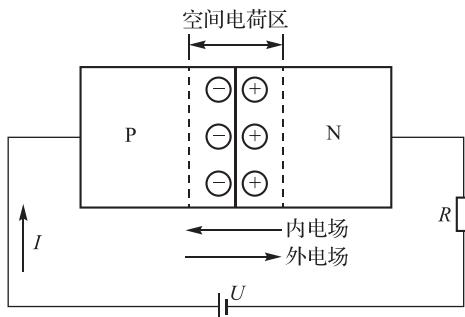

图1-7 外加正向电压
(1)正向特性。正向特性是 PN 结外加正向电压,即电源正极接 P,电源负极接 N 时的特性,如图 1-7 所示。PN 结外加正向电压也称为正向偏置,这时外电场与内电场方向相反,因而削弱了内电场,使空间电荷区宽度减小,N型半导体中的电子和P型半导体中的空穴都能顺利地通过 PN 结,形成较大的扩散电流;少数载流子数量很少,其漂移形成的电流很小,与扩散电流相比可忽略。所以,外加正向电压时,主要是扩散电流流过 PN 结,也称为正向